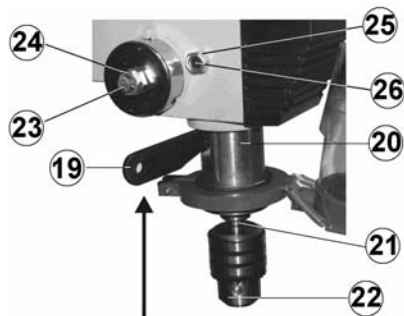

Рис. 4
- в прорези шпиндельной втулки (20) и шпинделя (в нижнем положении шпиндельной втулки (20) и совмещенных прорезях) вращением шкива вводится узкой стороной раскливатель (19). Его конец должен опираться на дорн (21). Дорн (21) выбивается легким ударом молотка по раскливателю (19). Примите меры к предотвращению падения дорна (21) со сверлильным патроном (22) на рабочий стол (4):
- подведите стол (4) перед демонтажем к опущенному сверлильному патрону (22) на расстояние 0,5-1 см., при этом, в сверлильном патроне (22) не должно быть сверла и т.п., а кулачки сверлильного патрона (22) полностью утоплены в корпусе патрона.
9.11. Регулировка усилия возвратной пружины шпинделя осуществляется вращением регулировочного болта (23) и фиксируется гайкой (24), Рис.4.